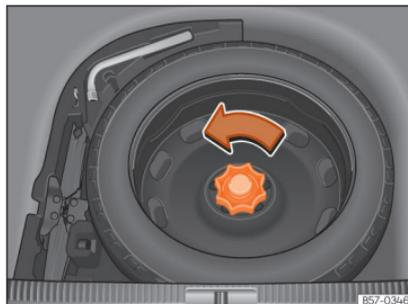

Fig. 246 Na bagageira: piso de carga levantado.
- Mova a roda no sentido contrário ao dos ponteiros do relógio »» **Fig. 246**.